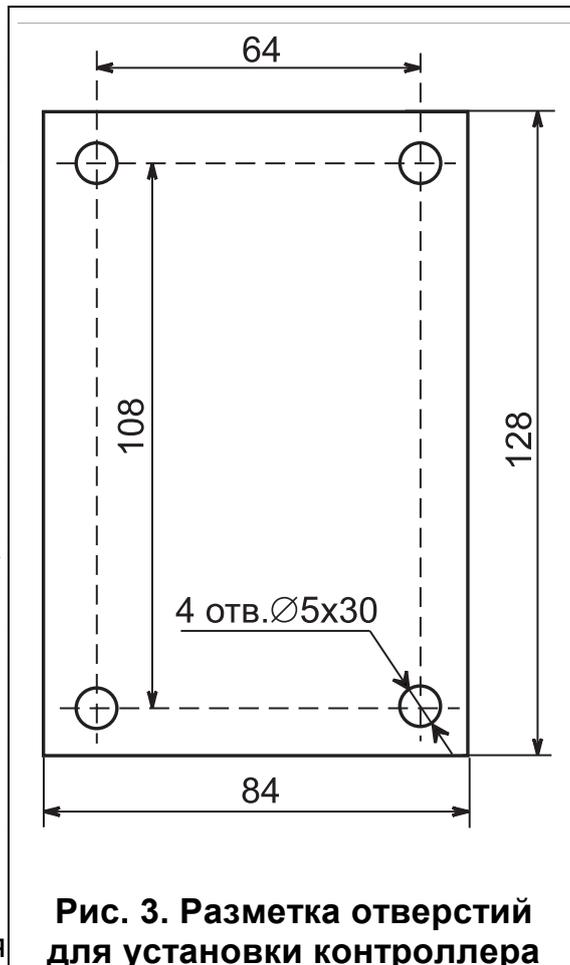

Рис. 3. Разметка отверстий для установки контроллера
- Снимите пластиковую рамку с корпуса контроллера, произведите разметку отверстий для крепления контроллера согласно рис.3.